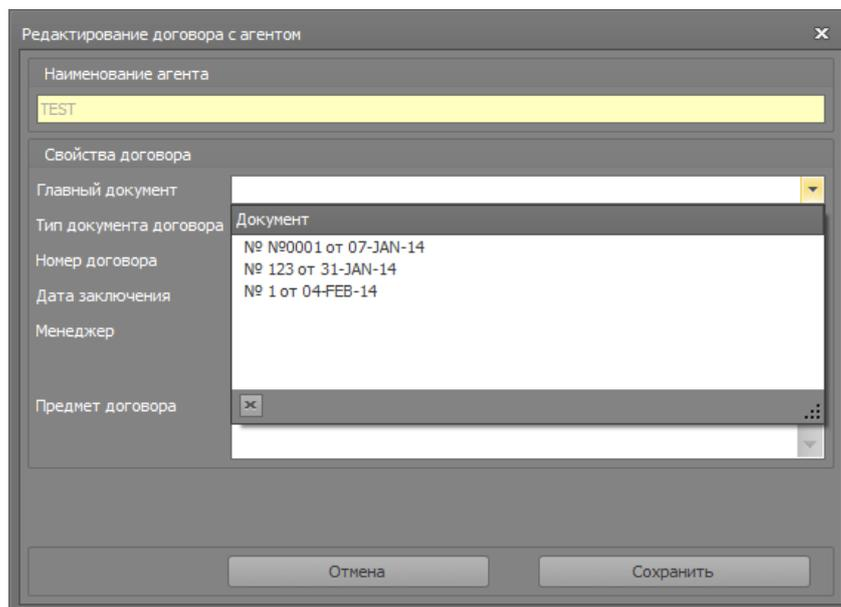

Рисунок 38
- Поле - *Главный документ* - в поле доступен выпадающий список уже известных договоров контрагента (рис.38)